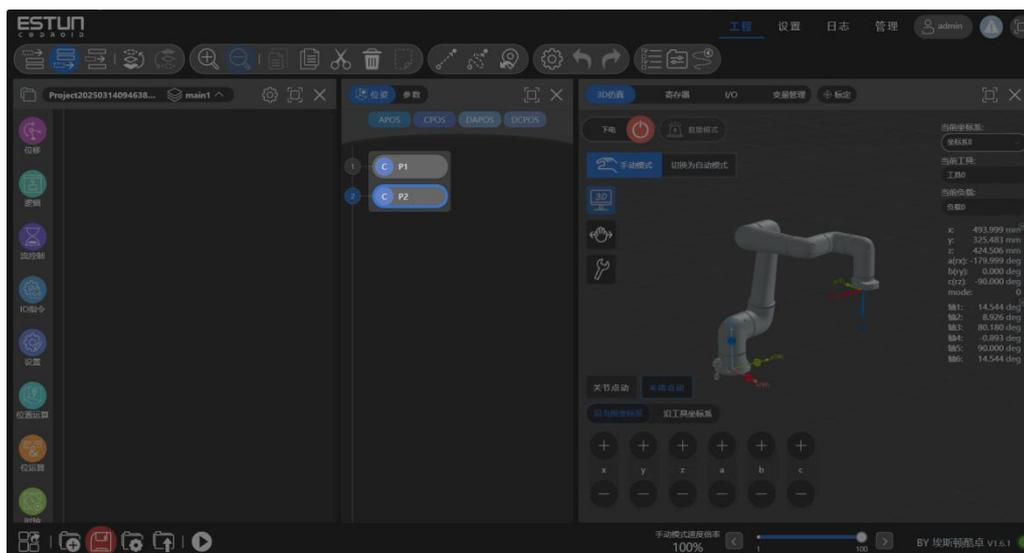

图 3-14
3. 点动机器人至另一位置，重复 1，2 步骤即可添加第二个点，如图 3-14 所示；